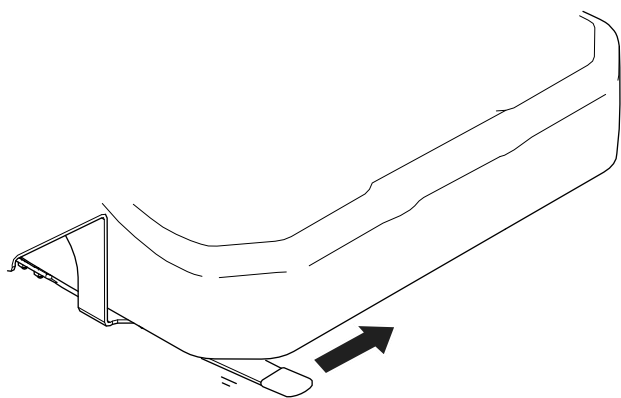

図 12
- **モデル 32301:** 調整レバーを左に引いて図 12 運転席を希望の位置にスライドさせ、その位置でレバーから手を離すと運転席が固定されます。